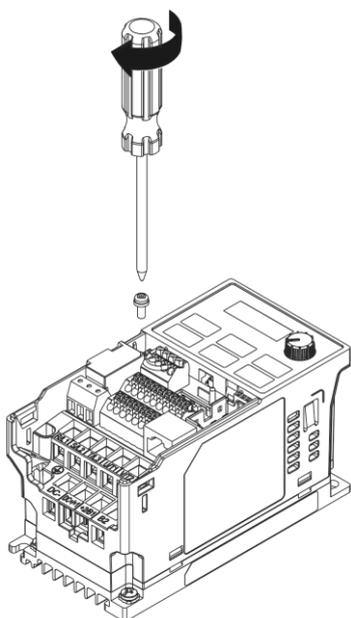

Рис. 8-3
3. как показано на рис. 8-3, убедитесь, что опция установлена правильно, и закрепите ее винтом (рекомендуемый момент затяжки 4–6 кг·см [3.5–5.2 фунт-дюйм] [0.39–0.59 Нм]).